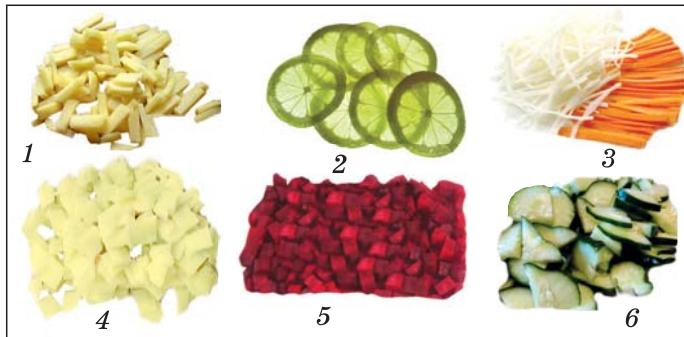

Рис. 1. Формы нарезки овощей; 1 – брусками, 2 – кружочками, 3 – соломкой, 4 – шашками, 5 – кубиками, 6 – дольками
2. Нарезка овощей. Следует обратить внимание на то, что все продукты, входящие в салат, должны быть нарезаны кусочками одинакового размера. При этом все они равномерно пропитываются, а салат выглядит привлекательным и аппетитным (*рис. 1*)